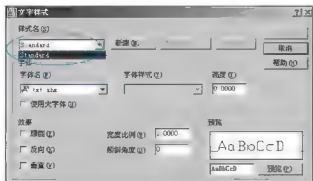

图 3.3 默认状态下的文字样式
(1) 执行菜单栏中的【格式】→【文字样式】命令,打开【文字样式】对话框。默认状态下,在【文字样式】对话框中只有 Standard 一种文字样式,如图 3.3 所示,且默认状态下,Standard 文字样式的字体为 txt.shx。